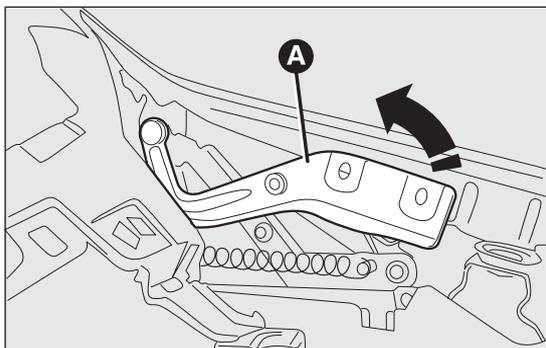

fig. 84
- soulever vers le haut le levier de support du capot moteur A fig. 84 et l'accompagner jusqu'au déclic confirmant le verrouillage ;